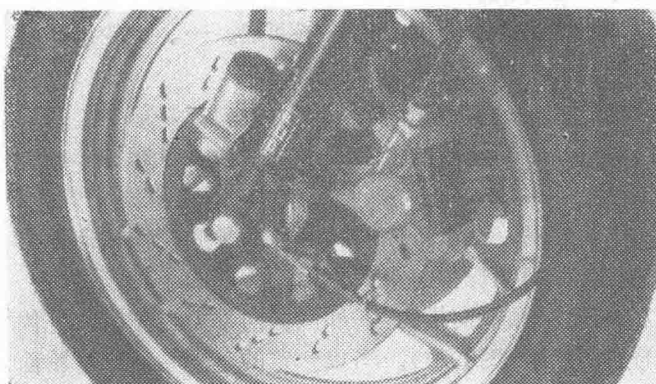

图 35
② 在公路车中，重型车或高速车的前制动器多为双盘式液压制动器。而且制动钳的制动泵也由两组方向相对的活塞构成。这种制动器也应用在后轮制动上(图35)。